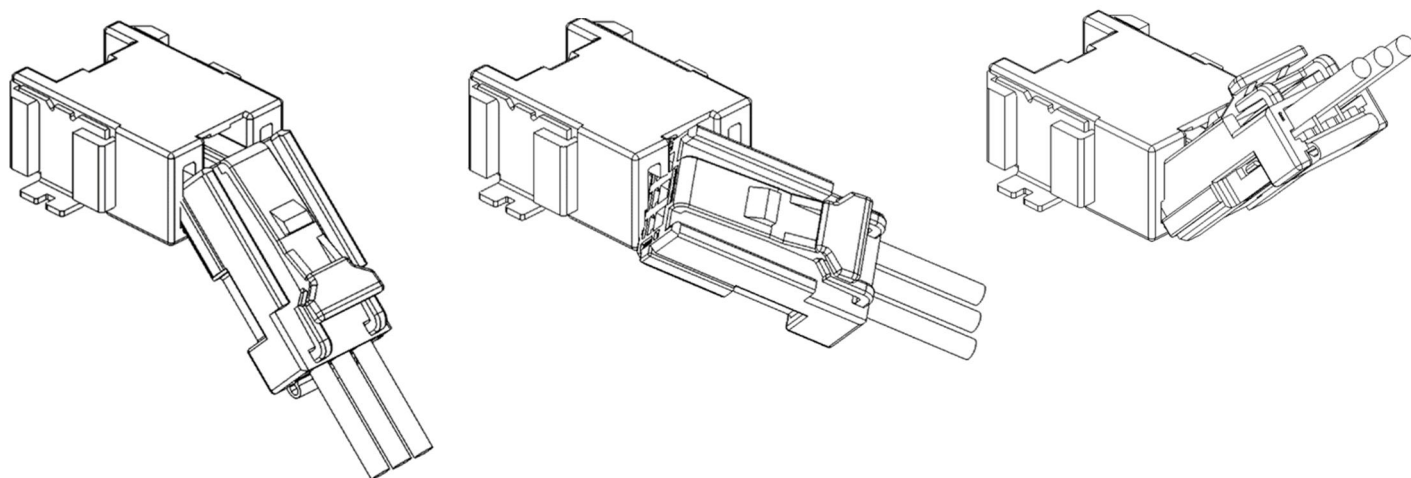

図 49.コネクタ無理嵌合姿勢
- ①コネクタを正規の向き以外、もしくは図 49 に示すような姿勢で無理に押し込まないで下さい。コネクタが破損・変形の恐れがあります。
- ②コネクタが破損・変形した場合は、使用せず新品と交換して下さい。